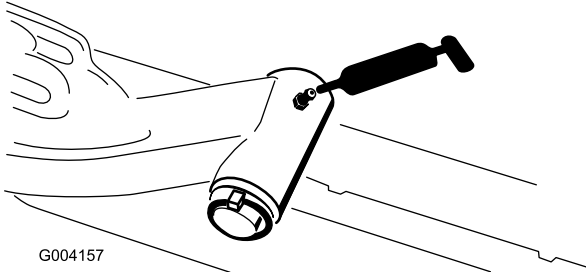

Bild 107
- Hubarmgelenkwelle (1 Stück) (Bild 107)